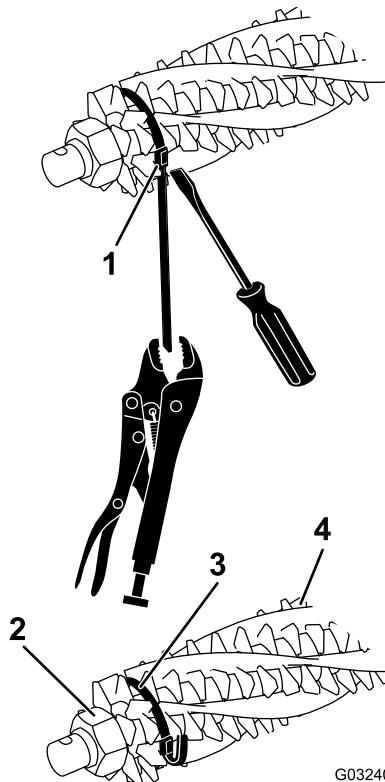
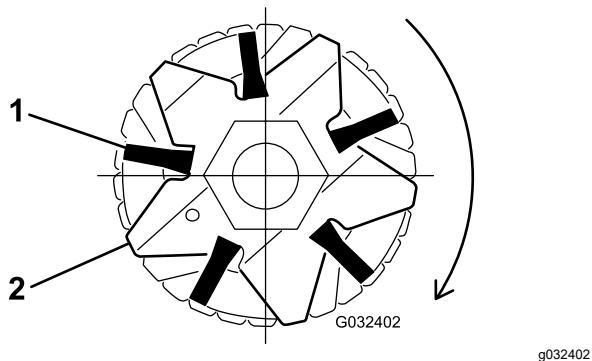

Figure 17
Figure 19
2. Desserrez les écrous de fixation de la lame du groomer à chaque extrémité de l'arbre du groomer (Figure 17).
4. Engagez bien les brosses dans les fentes des lames du groomer (Figure 17 et Figure 19).
5. Enroulez les attaches sans les serrer, comme montré à la Figure 17, autour de l'arbre de cylindre et des brosses en les insérant dans les fentes des brosses Figure 19.
Remarque: Si les brosses ne sont pas engagées correctement dans les fentes des lames, desserrez les écrous de fixation des lames à chaque extrémité de l'arbre du groomer, positionnez les brosses correctement dans les fentes, puis resserrez les écrous de fixation (Figure 17).
7. Tout en poussant un tournevis contre la boucle des attaches, saisissez chaque attache avec une pince-étau et tirez dessus jusqu'à ce qu'elle se bloque dans les rainures de la brosse (Figure 17).